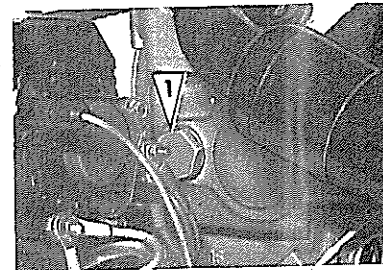

Fig. 18
- Vidanger l'eau du cylindre en dévissant le bouchon 1 Fig. 18 et en enlevant le tuyau d'arrivée d'eau
Repère (1) fig. 18 il sert également à la vidange du circuit d'eau et devra être remplacé avant la disparition complète de la partie Zinc.
- Drain water from the cylinder jacket by undoing plug Fig. 18 no. 1 and removing the water feed pipe
Fig. 18 no (1)